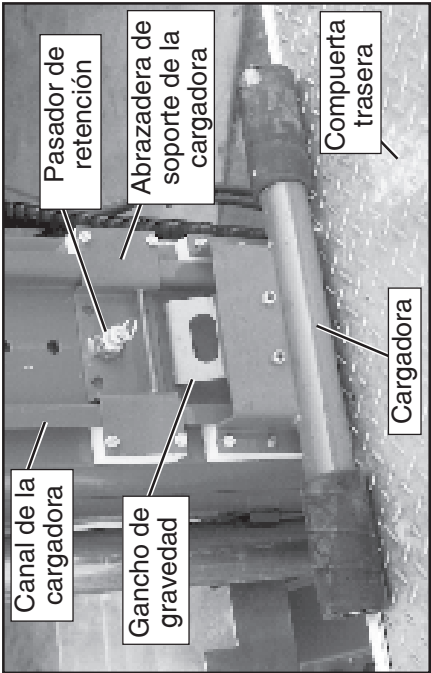

Figura 7: Cargadora en posición de carga
1. Desconecte la toma de la caja de la batería y quite la caja de la batería de la parte trasera de la máquina (figura 7).
2. Levante la abrazadera de apoyo de la cargadora y coloque el pasador de retención en el orificio superior del canal de la cargadora (figura 7).